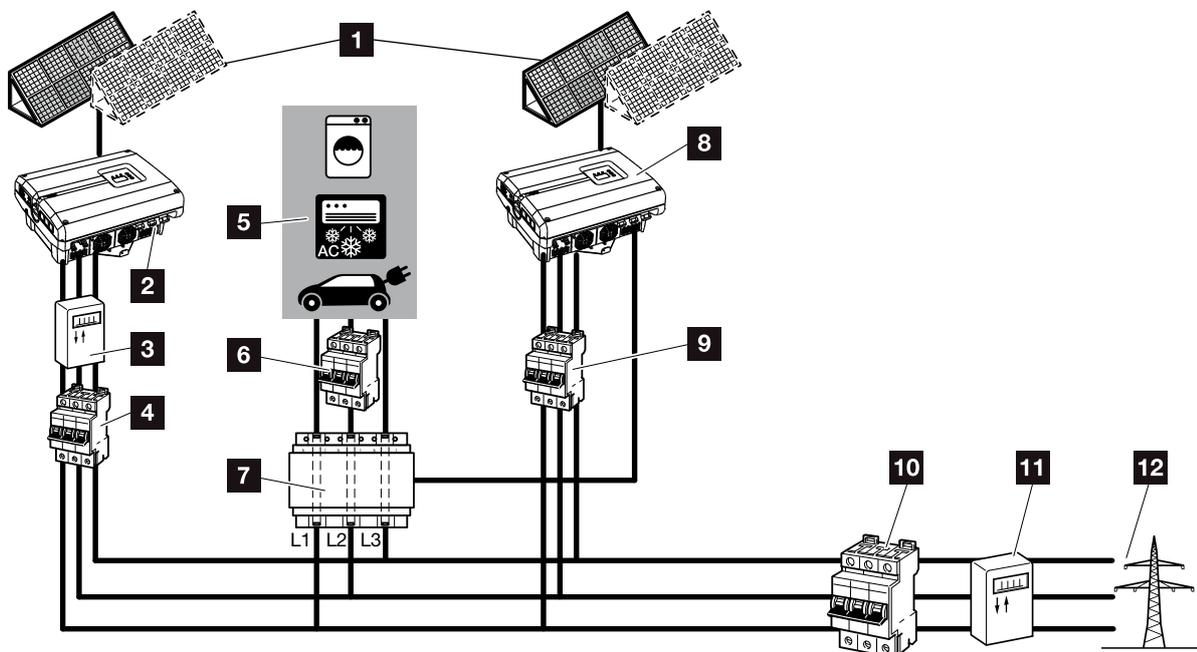

Fig. 77: collegamento di più inverter (possibile da PIKO 8.3)
2. Integrazione dell'inverter come nella  **Fig. 77** nel sistema e collegare correttamente